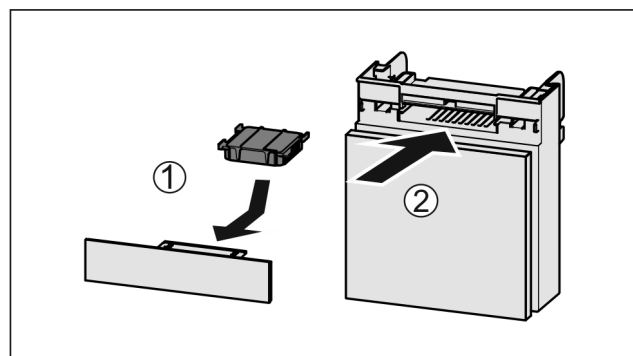

Fig. 180
- Aktivni ogljeni filter vstavite Fig. 180 (1) skladno s prikazom na sliki.
- Aktivni ogljeni filter se zaskoči. Če je aktivni ogljeni filter obrnjen navzdol: Predal potisnite noter Fig. 180 (2).